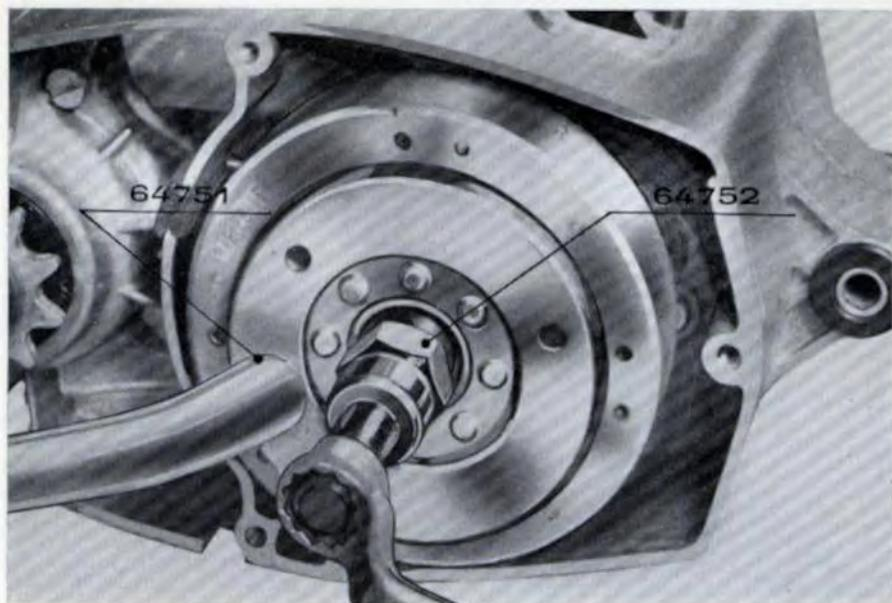
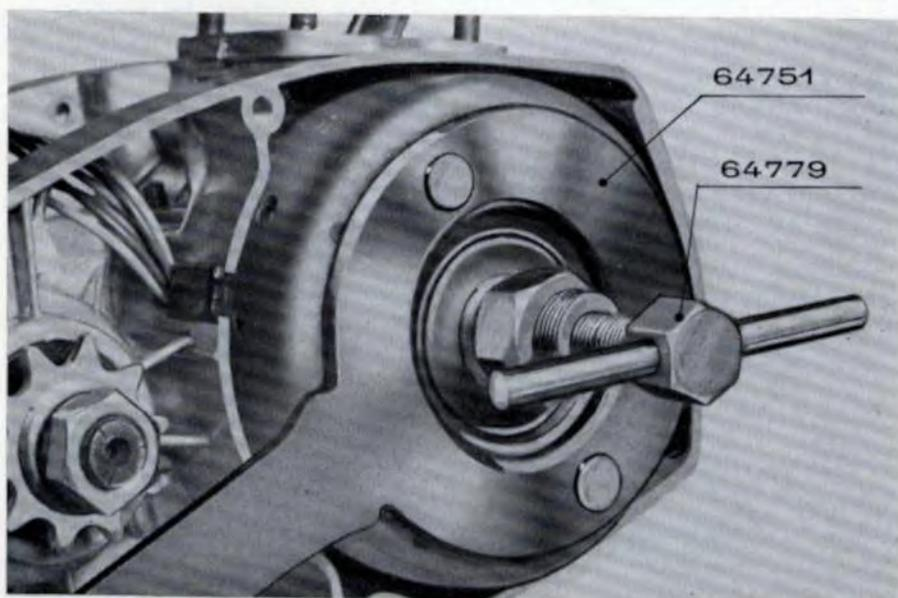

Fig. 2 - Come estrarre il volano elettronico Garelli usando gli attrezzi 64751 - 64752
Fig. 2a - Come estrarre il volano elettronico Bosch usando gli attrezzi 64751 - 64779
- Fig. 2 - 2a - Avvitare l'estrattore 64752 per volani Garelli (Fig. 2) e l'estrattore 64779 per volani Bosch (Fig. 2a) nella sede filettata del volano, avvitare la vite centrale dell'estrattore per rimuovere il volano dall'estremità dell'albero motore.